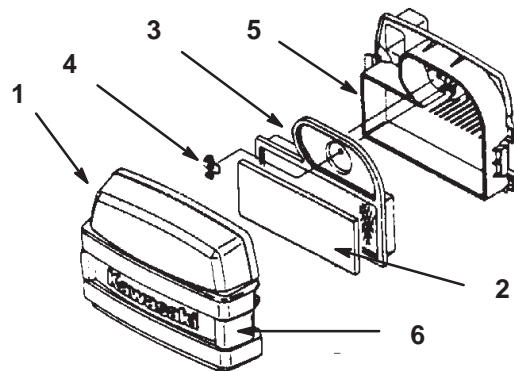

Bild 35
2. Reinigen Sie den Bereich um den Luftfilter herum, um zu verhindern, dass Schmutz in den Motor fällt und Schäden verursacht. Lösen Sie beide Seitenverschlüsse und entfernen den Luftfilterdeckel (Bild 35).
3. Schieben Sie den Schaumeinsatz vorsichtig vom Papiereinsatz herunter (Bild 35).
4. Schrauben Sie die Flügelmutter los und entfernen den Papiereinsatz (Bild 35).